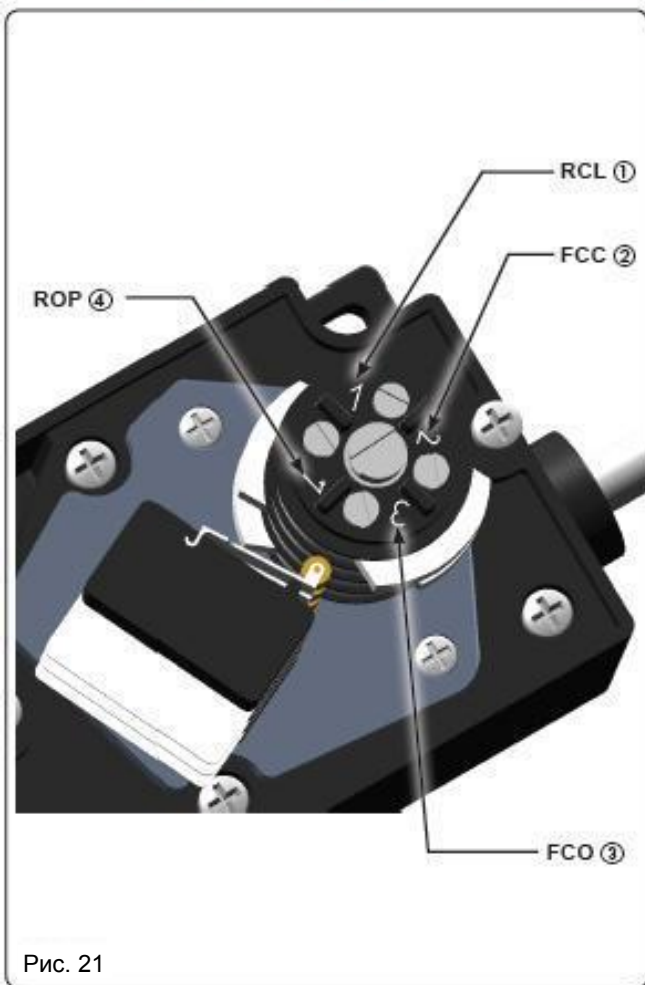

Рис. 21
5. Вращайте винт, соответствующий концевому выключателю **FCO** (рис. 21, ссылка 3) до тех пор, пока это не приведёт к нажатию кулачка на микропереключатель.
8. Вращайте винт, соответствующий концевому выключателю **ROP** (рис. 21, ссылка 4) до тех пор, пока это не приведёт к нажатию кулачка на микропереключатель.
10. Вращайте винт, соответствующий концевому выключателю **FCC** (рис. 21, ссылка 2) до тех пор, пока это не приведёт к нажатию кулачка на микропереключатель.
12. Вращайте винт, соответствующий концевому выключателю **RCL** (рис. 21, ссылка 1) до тех пор, пока это не приведёт к нажатию кулачка на микропереключатель.
17. Вручную сдвиньте ворота в наполовину открытое положение. Убедитесь, что положение концевых переключателей соответствует рис.21.